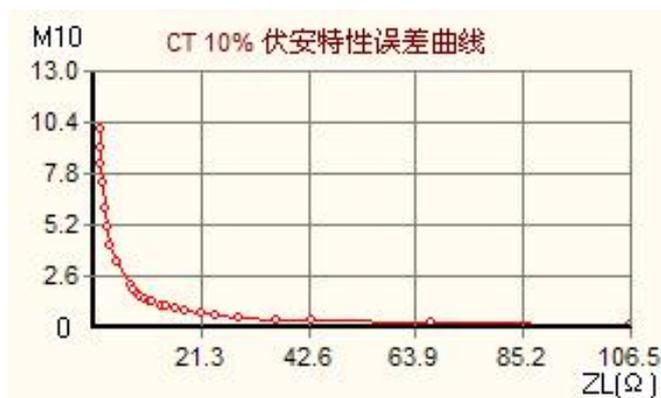

图 4.5 误差曲线图像
2.) “保存误差曲线”是保存根据当前所选择的 CT 伏安特性试验数据计算出的误差曲线(含 EXCEL, WORD, 图像)，在弹出的“文件保存”中，选择保存路径，并输入文件名称保存文件和图像，保存图像结果如图 4.5、4.6、4.7 所示。